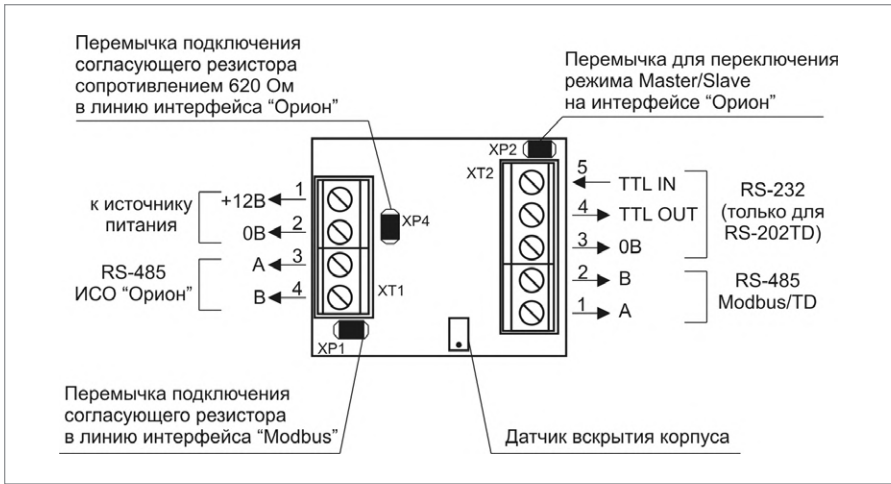
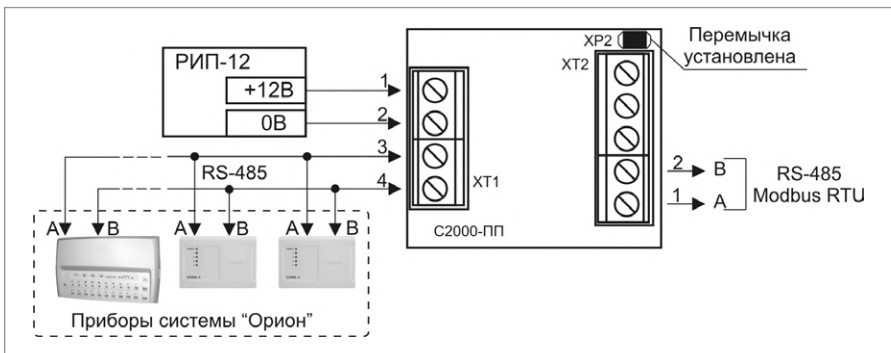
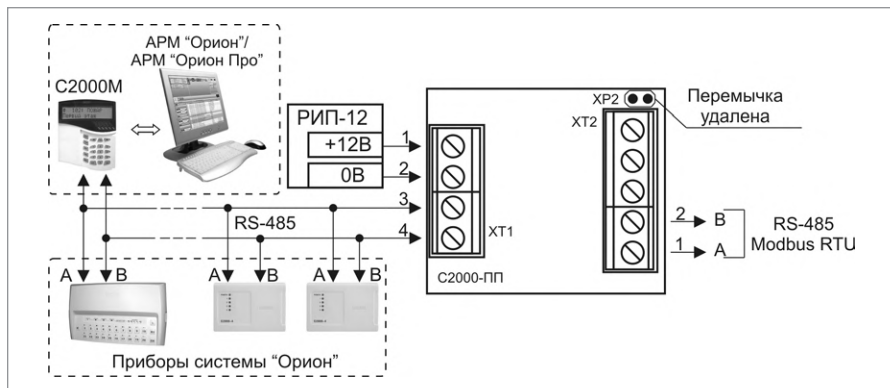

Рисунок 2. Назначение клемм и перемычек преобразователя «С2000-ПП»
Рисунок 3. Подключение преобразователя «С2000-ПП» в режиме «Орион-Master»
Рисунок 4. Подключение преобразователя «С2000-ПП» в режиме «Орион-Slave»
1.3. Подключите преобразователь в соответствии с проектной документацией и схемой на Рисунок 3 и Рисунок 4 (схема подключения зависит от режима работы преобразователя). На схеме Рисунок 2 показана плата преобразователя и приведено назначение клемм и перемычек.
Подключите к клеммам XT2.1 и XT2.2 преобразователя линии A и B интерфейса RS-485 «Modbus RTU» (Рисунок 3 и Рисунок 4), если это указано в проектной документации.
Если преобразователь не является первым или последним в линии интерфейса RS-485 «Modbus RTU», удалите перемычку с разъема XP1 (см. Рисунок 2).